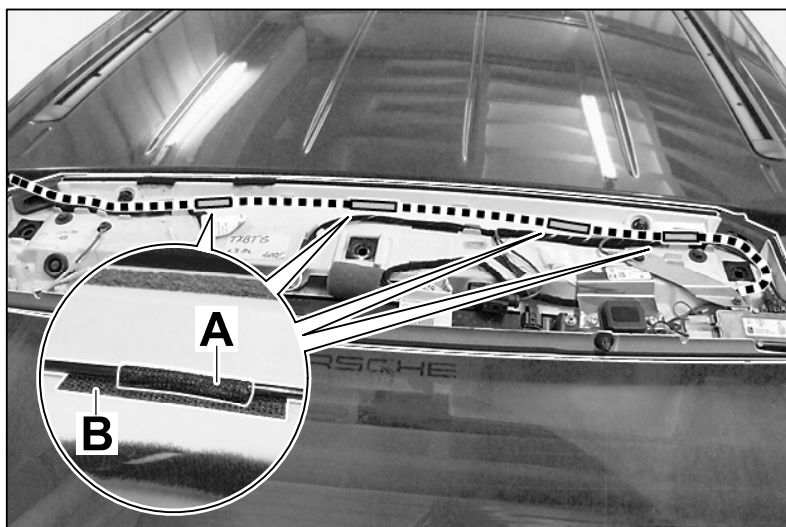

Bild 9
- 4.1 Antennenleitung mit Wickelband $\Rightarrow$ Bild 9 -A- umwickeln und auf den Klettbandabschnitten $\Rightarrow$ Bild 9 -B- im Heckspoiler fixieren.